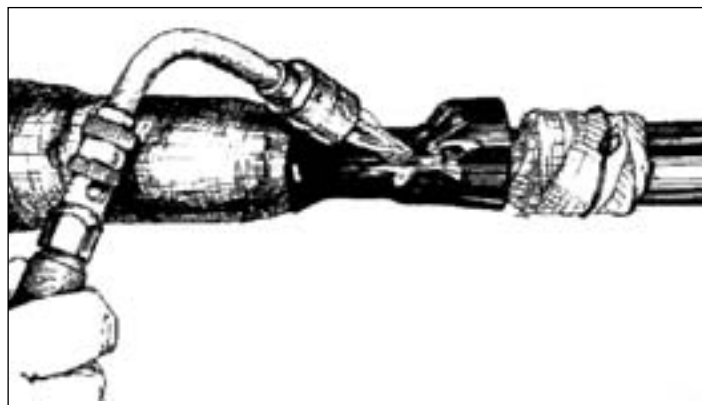

Рис. 4.26. - Герметизация свинцовой втулки со стороны кабеля
**4.5.2.** Производят пайку стыков свинцовой муфты и свинцовых втулок припоем ПОССу 30-2 с применением стеарина. Далее усаживают трубку ТУТ 40/20 длиной 70 мм для герметизации свинцовой втулки со стороны кабеля (Рис. 4.26).